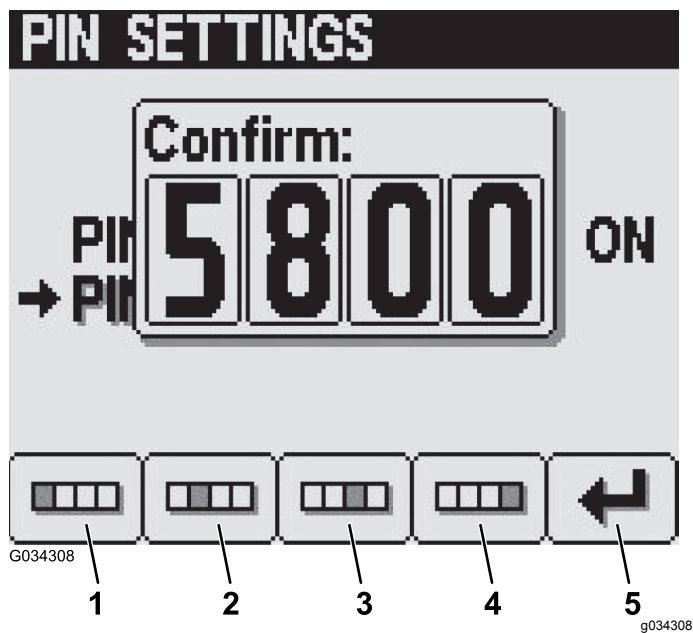

Figura 29
6. En la pantalla Confirmar, pulse los botones 1 a 4 para introducir su código PIN nuevo. Cuando termine de introducir el PIN, pulse el botón 5 (Figura 29).
Nota: Después de confirmar el PIN (Figura 29), aparece la pantalla PIN correcto durante 5 segundos aproximadamente.